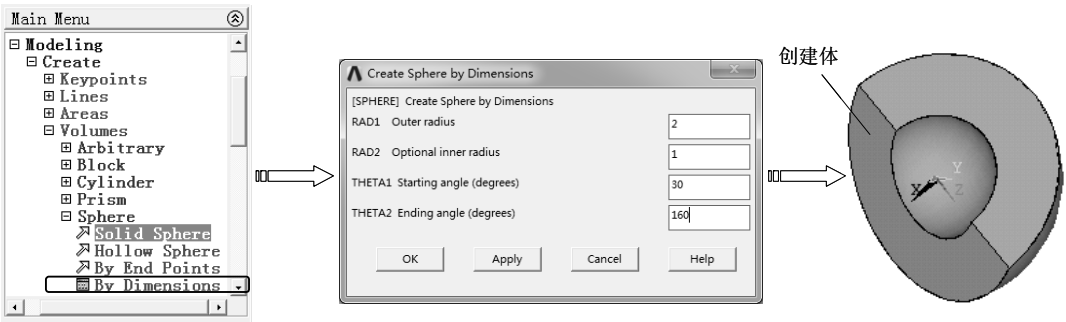

图 2-71 在工作平面原点绘制球体
(4) 在工作平面原点绘制球体 选择“Main Menu>Preprocessor>Modeling>Create>Volumes Sphere>By Dimension”命令，弹出“Create Sphere by Dimensions”对话框，在“Outer radius”文本框中输入外径，在“Optional inner radius”文本框中输入内径，在“THETA1”和“THETA2”文本框中输入起止角度，然后单击“OK”按钮创建球体，如图2-71所示。